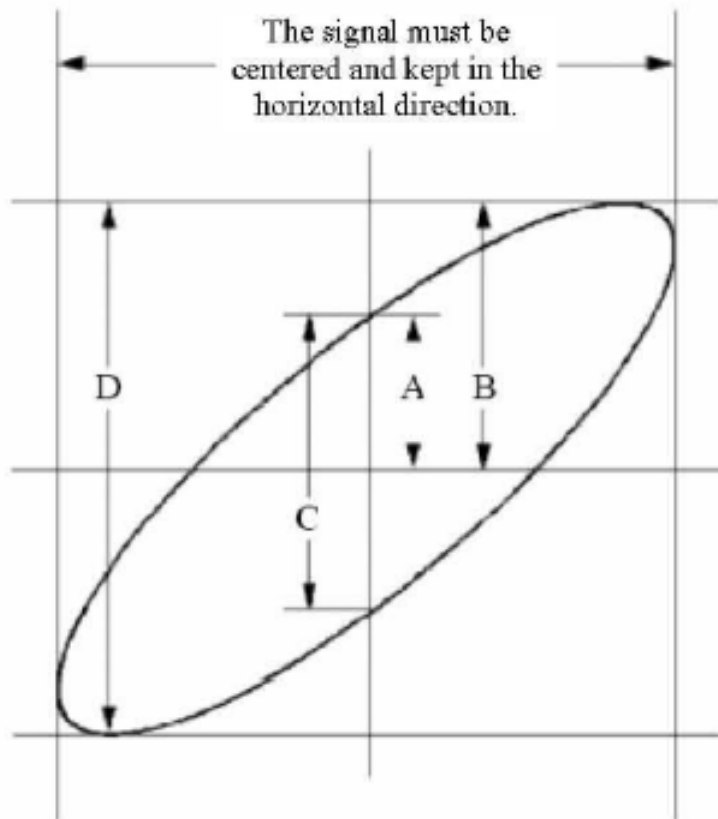

Abb. 58 Lissajousfigur
9. Beobachten und berechnen Sie die Phasendifferenz mit der elliptischen Oszillogramm-Methode (siehe Abb. 58).